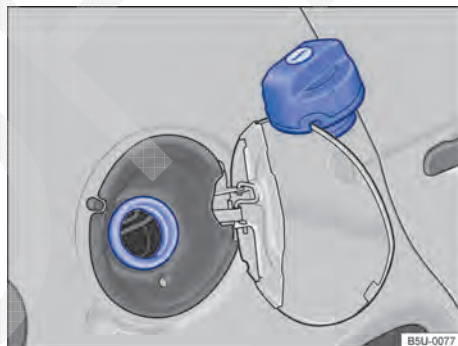

Fig. 120 Portinhola do tanque de combustível aberta com a tampa do tanque de combustível pendurada.
- Girar a tampa do tanque no sentido anti-horário e pendurá-la em cima da portinhola do tanque de combustível → Fig. 120.